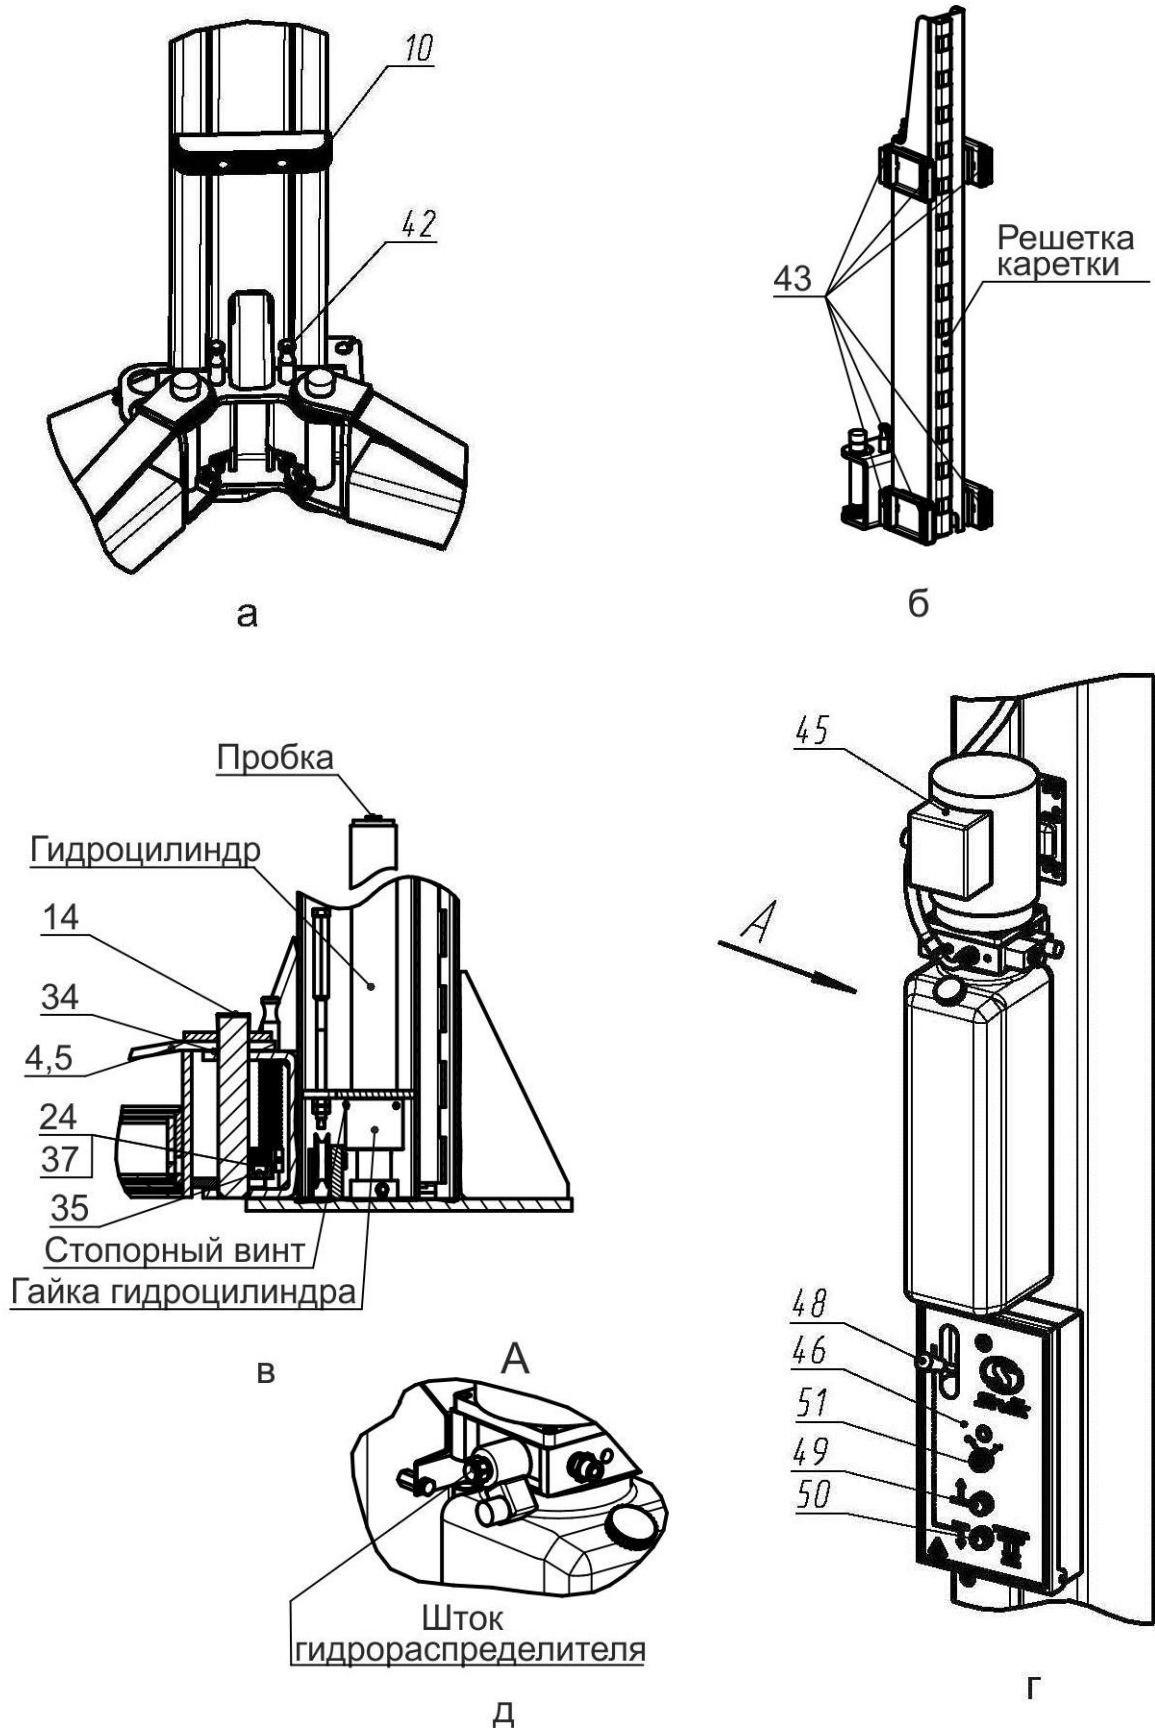
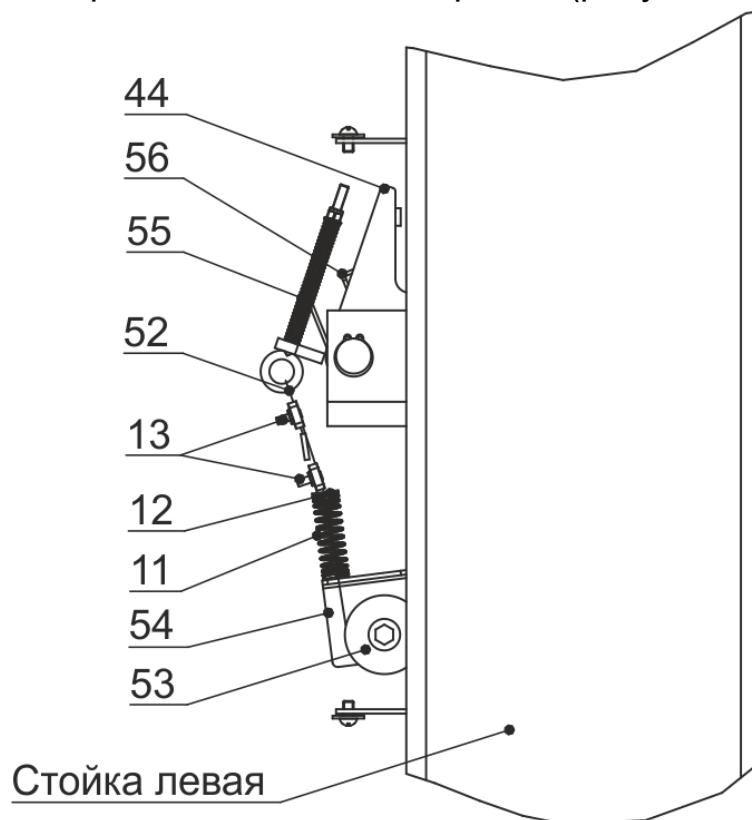

Рисунок 4.1 – Виды подъемника
Рисунок 6.4 - Система стопорения кареток
Подъемник (рисунок 3.1) состоит из двух стоек коробчатого сечения - правой 1 и левой 2, соединенных между собой перекладиной 3. В стойках размещены каретки 63 с закрепленными на них поворотными телескопическими подхватами 4 и 5 разной длины. На концах подхватов 4, 5 установлены опоры 7, подставки опоры 8, 9. Подхваты фиксируются стопорными устройствами 42 (рисунок 4.1 а), автоматически срабатывающими при подъеме автомобиля. При опускании кареток 63 в крайнее нижнее положение происходит автоматическое расстопорение подхватов 4 и 5. Каретки 63 приводятся в движение гидравлическими цилиндрами, установленными внутри стоек. Подъемник снабжен системой 62 тросовой синхронизации движения кареток 63.
Каждая каретка 63 (рисунок 4.1 б) снабжена полиамидными ползунами 43, скользящими по беговым дорожкам стоек 1 и 2. Каретки фиксируются на требуемой высоте стопорами-защелками 44 (рисунок 6.4), закрепленными на стойках 1,2 и входящими в зацепление с решетками на каретках 63.
На правой стойке (рисунок 4.1 г) размещена насосная станция 45 с пультом управления 46. Внутри насосной станции 45 находится клапан предохранительный, предотвращающий перегрузку в гидросистеме. Клапан предохранительный настроен на заданное давление и опломбирован.
Для предотвращения повреждения дверей автомобиля (при открывании) на каретки 63 установлены накладки 10, фиксируемые винтами М8х30, шайбами 8Г и шайбами 8 (рисунок 3.1 и рисунок 4.1 а).
Управление подъемником осуществляется рычагом 48 (рисунок 4.1 г) и двумя кнопками 49 и 50, установленными в пульте управления 46. Рычагом 48 осуществляется расстопорение кареток 63, а кнопками 49 и 50, подъем (кнопка 49) и опускание (кнопка 50) кареток 63.
ВНИМАНИЕ! Перед сборкой проверить затяжку гаек гидроцилиндров и стопорных винтов (рисунок 4.1в).
6.6 Установить тросик системы стопорения (рисунок 6.4).
Для того чтобы проверить срабатывание упругой тяги 55, необходимо одному человеку прижать рукой защелку 44 к стойке 2, а другому повернуть рычаг 48 (рисунок 4.1 г) на себя. Упругая тяга 55 должна вытянуться на полный ход штока $\Phi 0$.
При повороте рычага 48 (рисунок 4.1 г) защелки на левой и правой стойки должны срабатывать одновременно. При отпуске рычага 48, защелки на левой и правой стойке должны вернуться в исходное положение. Регулировка проводится выборкой слабины тросика 52 и обжатием петли от вытягивания зажимом 13.
6.9 Открутить пробку бака насосной станции 45 и залить масло (около 12 л) до верхней метки «МАХ» (рисунок 4.1г). Уровень масла контролировать визуально. Установить пробку бака на место.
- кратковременным нажатием на кнопку 49 (двигатель должен работать, вращение крыльчатки по стрелке на кожухе эл. двигателя, а из бака должно убывать масло, рисунок 4.1г).
- отвернуть пробки у каждого гидроцилиндра на один оборот (рисунок 4.1в)